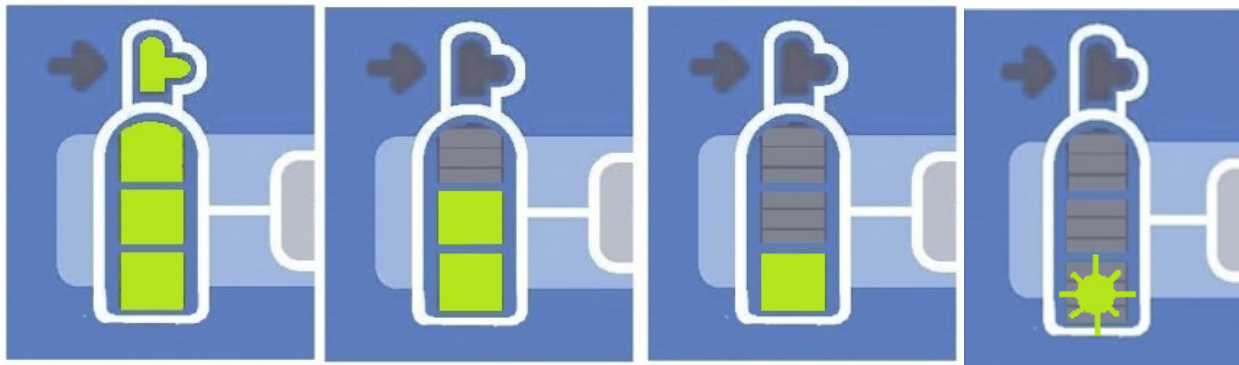

FIGURA 12: INDICADORES DE MEDIDOR DE N₂O
- O significado dos indicadores do medidor de gás podem ser vistos na Figura 12.